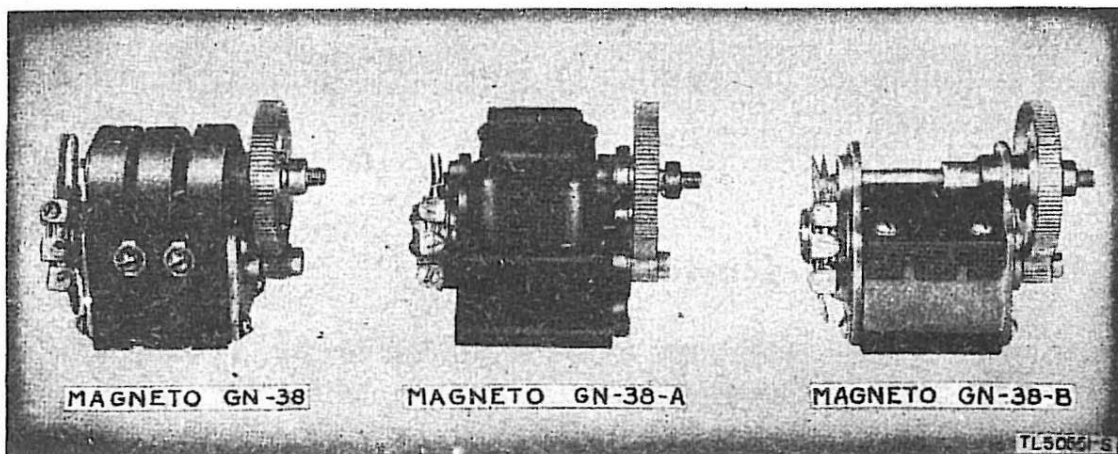

Figure 24. Magnéto GN-38, GN-38-A et GN-38-B.
b) MAGNÉTO (fig. 24). Le générateur GN-38 possède trois petits aimants permanents en acier au cobalt disposés en deux faces polaires autour d'un induit. La magnéto GN-38-A a un aimant tournant avec des bobines fixes. La magnéto GN-38-B a deux aimants fixes et deux pièces polaires disposées alternativement autour d'un induit. Le commutateur de magnéto est constitué par des contacts à ressort qui, en position normale, relie la sonnerie aux bornes de la ligne, mais qui, par la rotation de la manivelle, débranchent la sonnerie et mettent la sortie de la magnéto aux bornes de la ligne. La manivelle se replie dans un recoin du côté droit du boîtier.